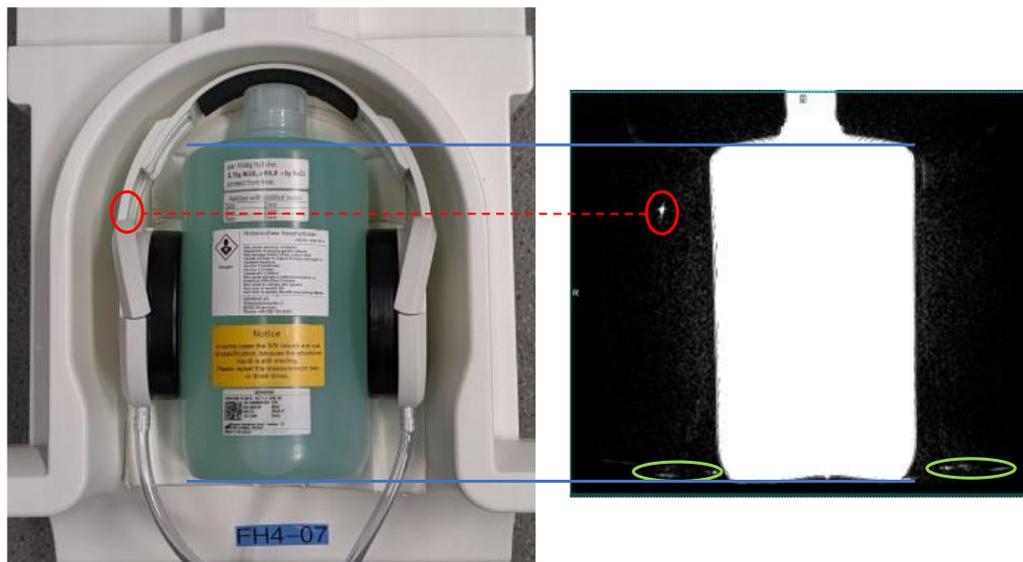

Figura 2
- Configure la botella del fantoma y los auriculares como se muestra en la *Figura 2* a continuación.